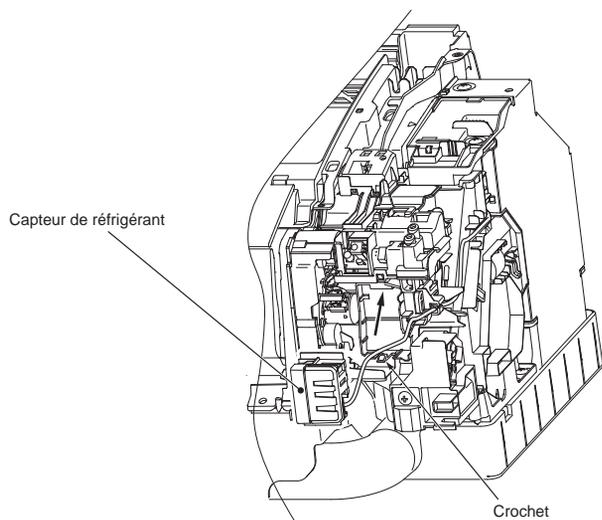

Fig. 2
#### Pose (Fig. 2)
- 2) Insérez le capteur de réfrigérant dans le sens de la flèche et fixez-le au crochet. (Fig. 2)